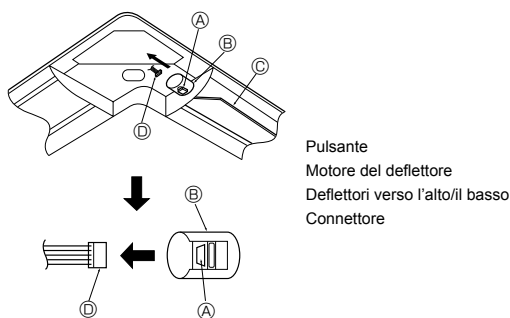

Fig. 9-11
9.7. Bloccaggio della direzione del flusso dell'aria verso l'alto/il basso (Fig. 9-11)